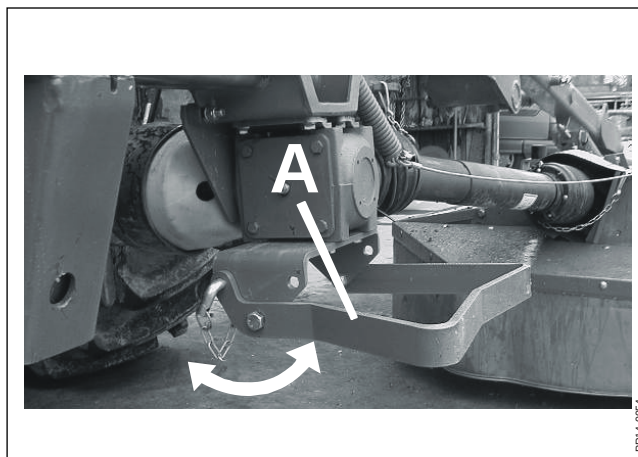

Fig. 3-2
- Fig. 3-2** 4) Montera toppstången. Den monteras så parallellt med lyftarmarna som möjligt.